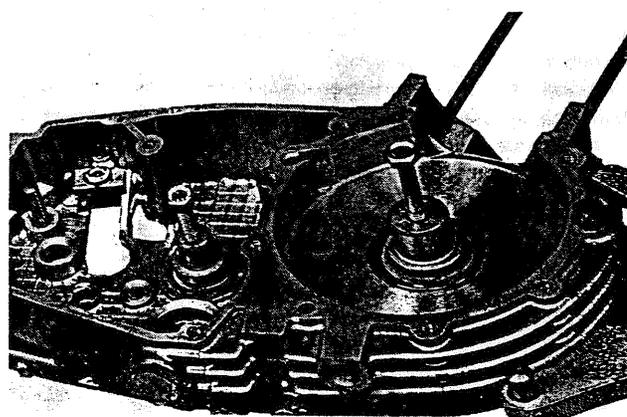

Fig. 167. Chauffer les bagues de roulement intérieures
- Les bagues de roulement intérieures des roulements 6204 qui se trouvent déjà au carter sont à chauffer avec un mandrin de chauffage (fig. 167).